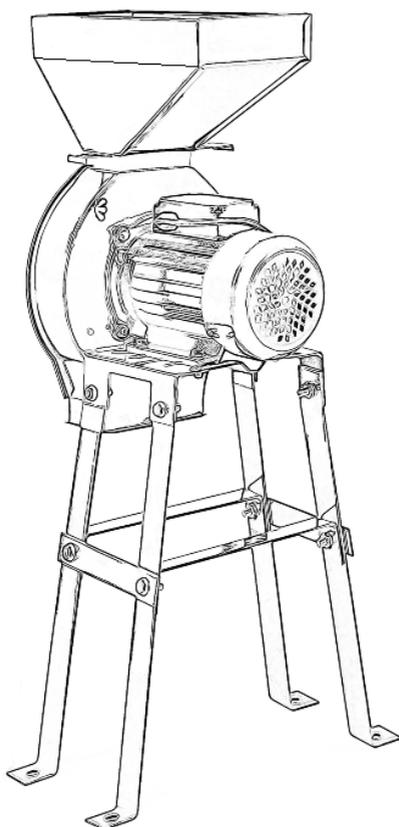

Abb. 4
- Befestigen Sie die Bodenplatte des Elektromotors (6) fest mit 4 Schrauben auf der Arbeitsfläche. Achten Sie darauf, dass der beladene Trichter schwer ist und das Gerät mit Unterlage nicht kippen kann.
- Stellen Sie einen passenden Behälter unter dem Auswurf (7).
- Ein Beispiel für ein korrekt aufgestelltes Gerät finden Sie in Abbildung 4.